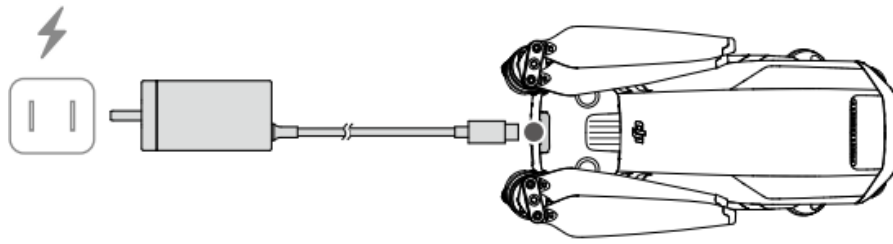

Fig. 2
2. Toate bateriile inteligente de zbor sunt în modul de hibernare înainte de livrare pentru a menține siguranța. Utilizăm numai încărcătorul furnizat pentru a încărca și activa pentru prima dată bateriile inteligente de zbor. Bateriile inteligente de zbor se vor încărca complet în timp de 96 minute (Fig. 2).